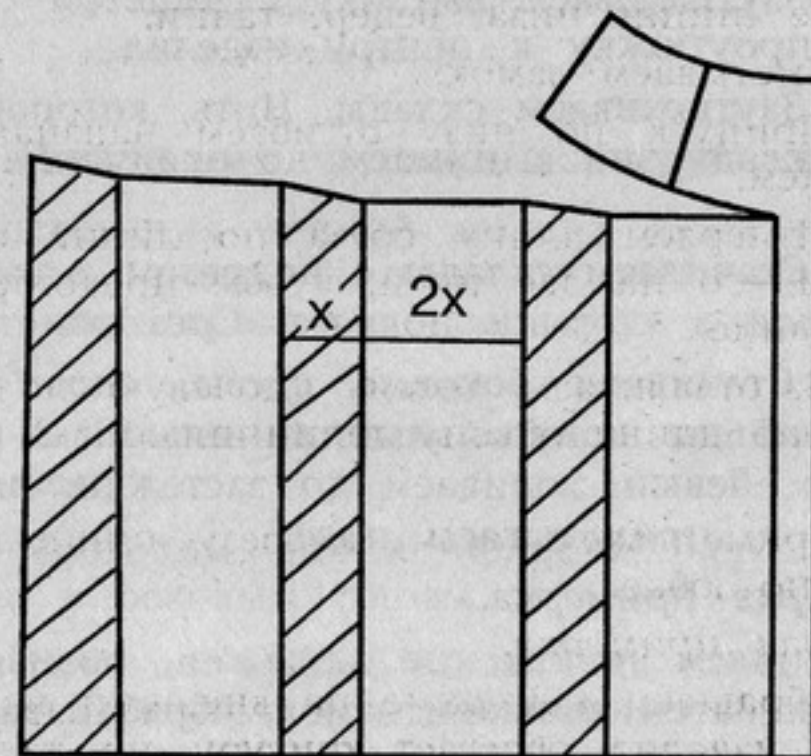

Рис. 90. Второй этап моделирования юбки – разрезание и раздвигание складки
2. Разрезаем и раздвигаем склады (рис. 90).